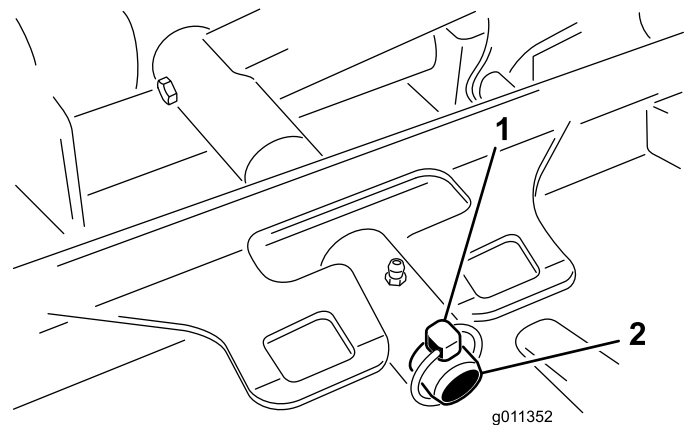

図 120
3. カッティングユニットのキャリアフレームを昇降アームのピボットピンに固定しているリンチピンランドマスター4500またはリテーナナットランドマスター4700を外す 図 120。
2. カッティングユニットのキャリアフレームを昇降アームのピボットピンにセットする 図 120。カッティングユニットをピンに取り付けるリンチピングランドマスター 4500またはリテーナナットグランドマスター 4700を使用する。